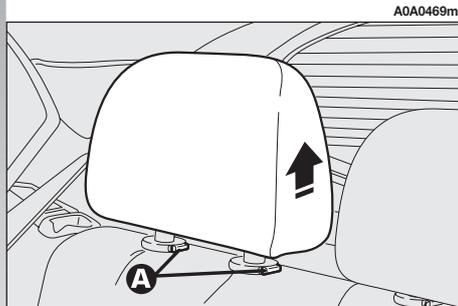

fig. 20
– sollevare i poggiatesta fino all'altezza massima, premere entrambe i pulsanti (**A-fig. 20**) a lato dei due sostegni, quindi rimuovere i poggiatesta sfilandoli verso l'alto;